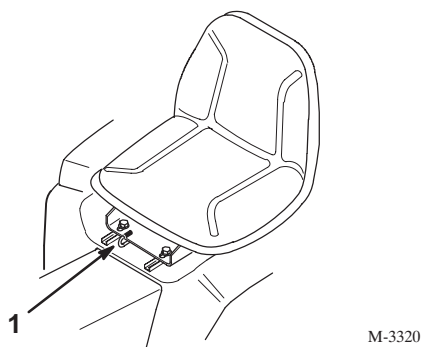

Bild 23
1. Bewegen Sie den Einstellhebel zum Entriegeln des Sitzes zur Seite (Bild 23).